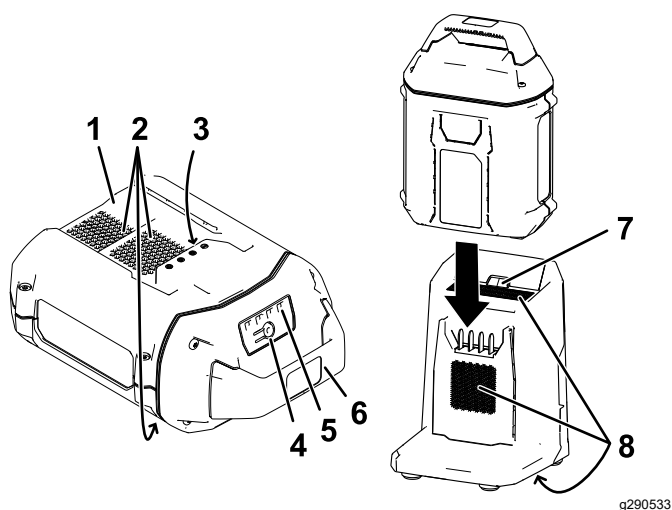

Figure 14
2. Placez le creux de la batterie (Figure 14) devant la languette du chargeur.
3. Glissez la batterie dans le chargeur jusqu'à ce qu'elle soit complètement enclenchée (Figure 14).